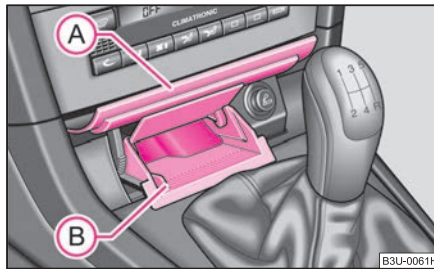

Abb. 87 Mittelkonsole:
- Drücken Sie auf den oberen Teil des Aschenbecherdeckels – siehe Position **A** ⇒ Abb. 87.
- Fassen Sie den Aschenbechereinsatz **B** ⇒ Abb. 87 an den seitlichen Griffmulden an und ziehen Sie ihn heraus.